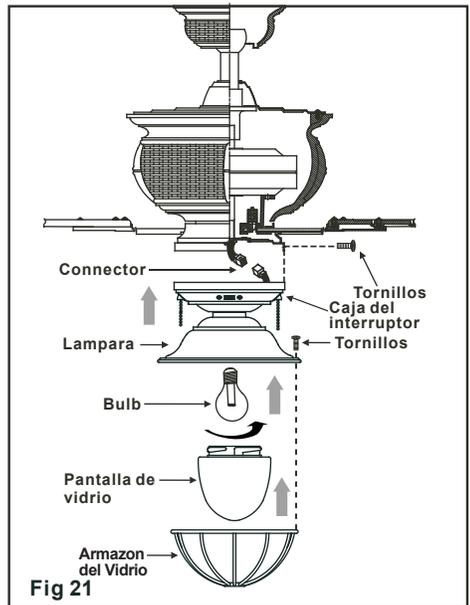

Fig 21
Paso 9. Instale la pantalla de vidrio girandola cuidadosamente en el sentido que giran las manecillas del reloj hasta que quede segura. No la sobreapriete. (Fig. 21)
Paso 10. Alinee los tres tornillos del armazon de la lampara con los tres agujeros arranurados de la lampara. Girela hasta que los tornillos enganchen y el armazon quede seguro. Apriete bien los tres tornillos. (Fig. 21)